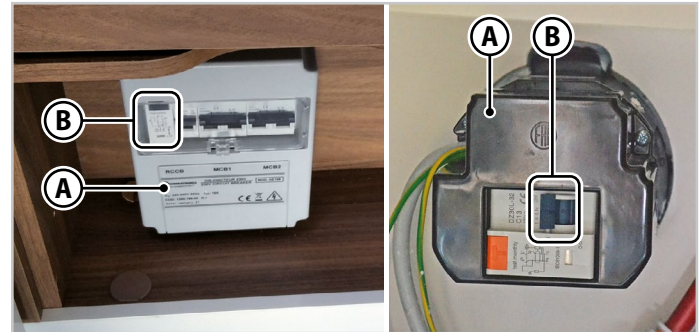

Fig.6.28 - Cuadro de alimentación
El cuadro de alimentación de 220 V (**A** - Fig.6.28) del vehículo está protegido por un interruptor magnetotérmico-diferencial de dos polos (**B** - Fig.6.28). La toma de alimentación está equipada con un tercer polo de toma de tierra, tal y como exige la normativa vigente.
1. Baje las palancas (**B** - Fig.6.28) del interruptor diferencial.
5. Levante las palancas (**B** - Fig.6.28) del interruptor diferencial.